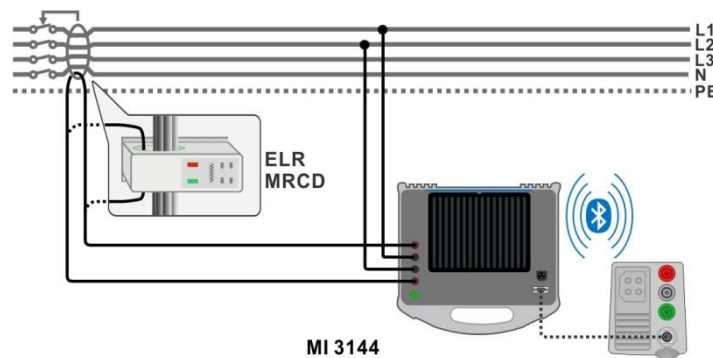

Abbildung 7.79: ELR- Fehlerstromeinspeisung / Kombinierte Auslösezeit
- › Schließen Sie die Prüfleitungen am Prüfling an. Siehe **Abbildung 7.79**
Siehe **Abbildung 7.79**
- Schließen Sie die Prüfleitungen am Prüfling an. Siehe **Abbildung 7.79**